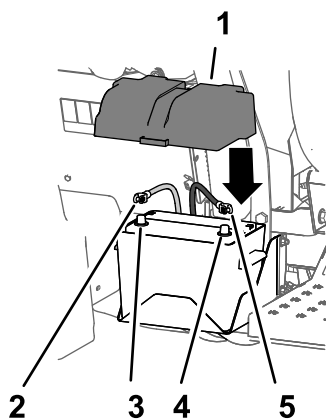

Figure 39
- Branchez le câble positif à la borne positive de la batterie (Figure 39).
2. Branchez le câble négatif à la borne négative de la batterie (Figure 39).
3. Placez le couvercle de la batterie sur le compartiment de la batterie et fixez-le avec la sangle (Figure 39).